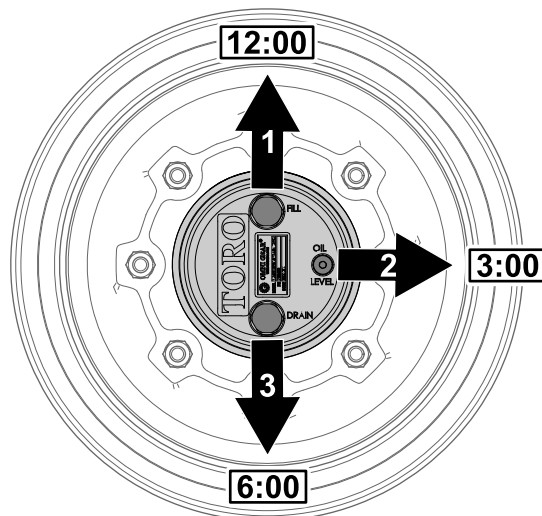

Figura 104
1. Parcați mașina pe o suprafață plană și poziționați roata astfel încât bucul de umplere să fie în poziția corespunzătoare orei 12, bucul de verificare în poziția corespunzătoare orei 3 și bucul de golire în poziția corespunzătoare orei 6 (Figura 104).
- Îndepărtați bușonul de verificare în poziția corespunzătoare orei 3 (Figura 104).
- Parcați maina pe o suprafață plană, poziționați roata astfel încât bușonul de umplere să fie în poziția corespunzătoare orei 12, bușonul de verificare în poziția corespunzătoare orei 3 și bușonul de golire în poziția corespunzătoare orei 6; consultați Figura 104 din Verificarea